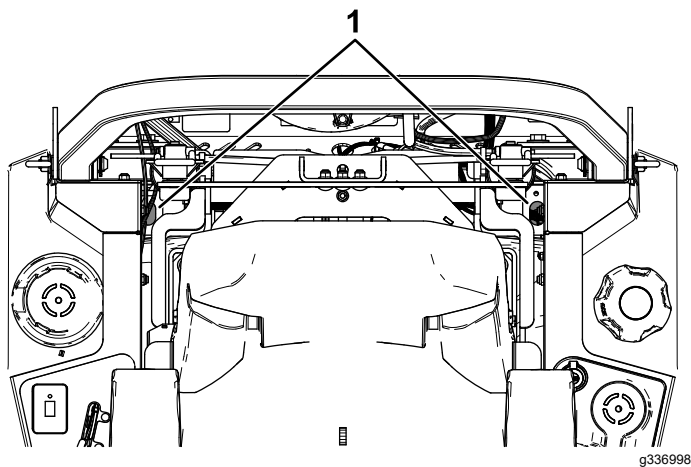

Figura 87
- **Transmisiones hidrostáticas ZT 4400:** utilice una extensión y una llave de vaso de 7/16" para acceder al tapón de ventilación desde la parte superior de la máquina a través de los orificios situados cerca de los soportes de la barra antivuelco (Figura 87).